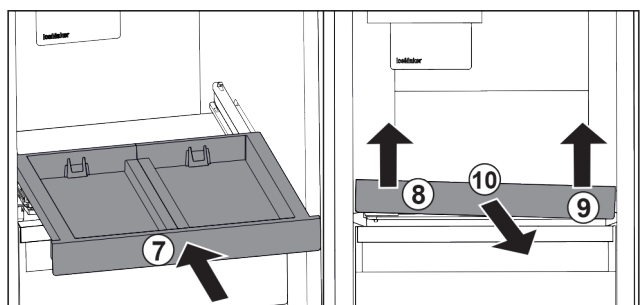

Fig. 86
- ▶ Вставьте выдвижную панель. Fig. 86 (7)
- ▶ Приподнимите выдвижную панель спереди слева. Fig. 86 (8)
- ▶ Приподнимите выдвижную панель спереди справа. Fig. 86 (9)
- ▶ Извлеките выдвижную панель движением вперед. Fig. 86 (10)